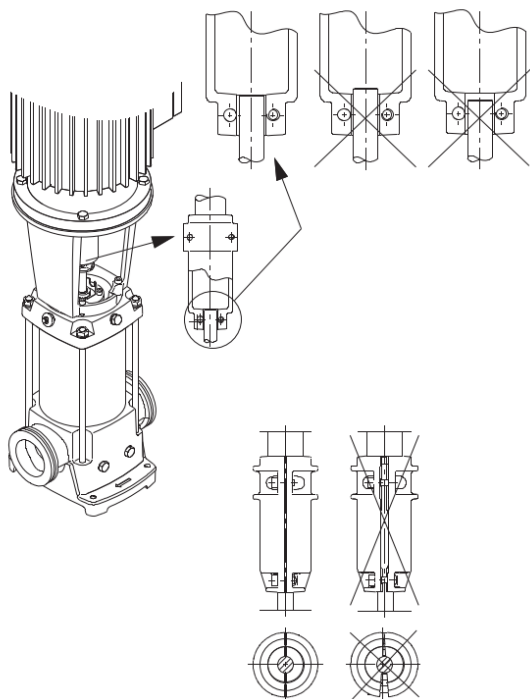

Рисунок 4.3 Установка муфты на вал
5. Установить муфту поз. 22 на вал так, чтобы верхний торец вала насоса был заподлицо с нижней кромкой внутренней полости муфты, смотрите Рис.4.3.